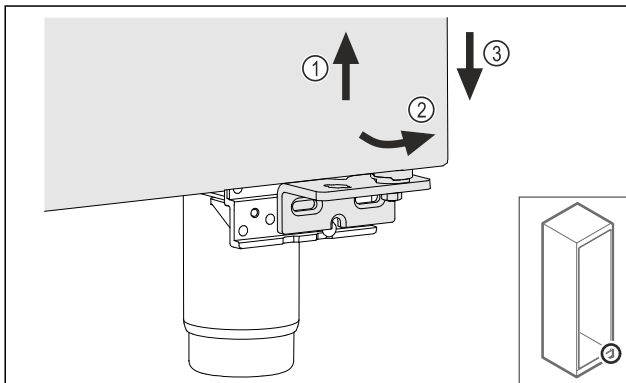

Fig. 23
- ▶ Duris šiek tiek kilstelėkite Fig. 23 (1), apačioje paverskite į priekį Fig. 23 (2) ir nuleiskite Fig. 23 (3).